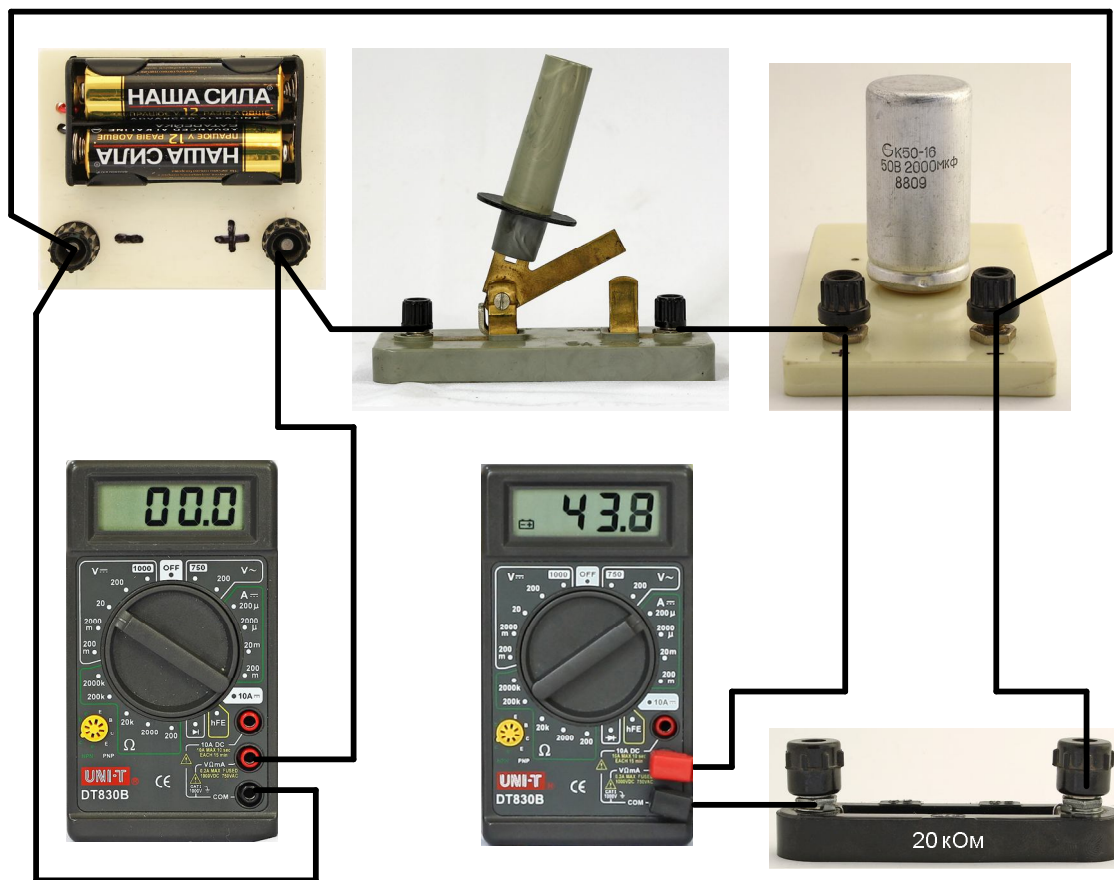

Рис. 3
На рис. 3 зображена монтажна схема установки.
1. Складіть коло за схемою рис. 3. Після перевірки кола викладачем замкніть вимикач. Конденсатор практично миттєво заряджається до напруги джерела і мікроамперметр показує струм, який проходить через резистор. Запишіть у зошит покази вольтметра і мікроамперметра.